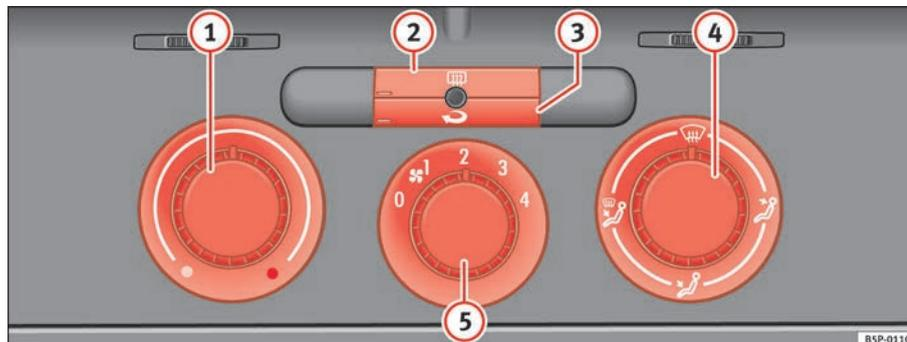

Fig. 126 Comandos do aquecimento no painel de instrumentos
- Com os reguladores ⇒ fig. 126 ① e ④ e com o interruptor ⑤ é ajustada a temperatura, a distribuição do ar e o nível do ventilador.
- Premir o respectivo botão ② ou ③, para ligar e desligar uma função. Quando a função está activa, a janela que se encontra no canto inferior esquerdo do botão ilumina-se.